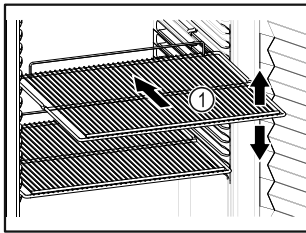

Fig. 58 Ενδεικτική απεικόνιση
- Εάν οι σχάρες Fig. 58 (1) είναι ρυθμιζόμενες, προσαρμόστε τα ανάλογα με το ύψος.